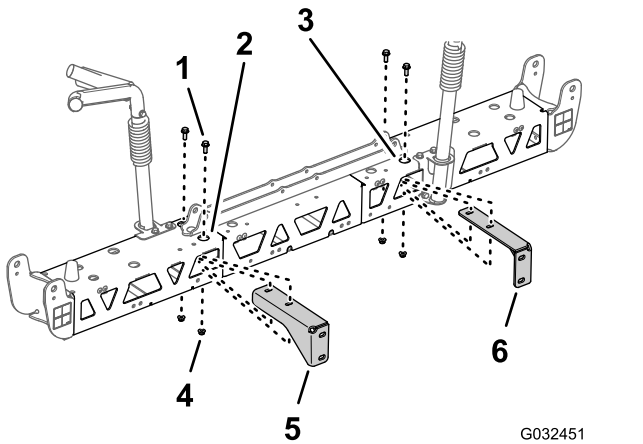

Figura 56
2. Alinee los orificios del soporte derecho con los orificios del perfil derecho, según se muestra en Figura 56.
3. Monte el soporte derecho en el perfil derecho del travesaño (Figura 56) con los 2 pernos con arandela prensada (3/8" x 1") y las 2
4. Repita los pasos 2 y 3 con el soporte izquierdo en el perfil izquierdo del travesaño (Figura 56).